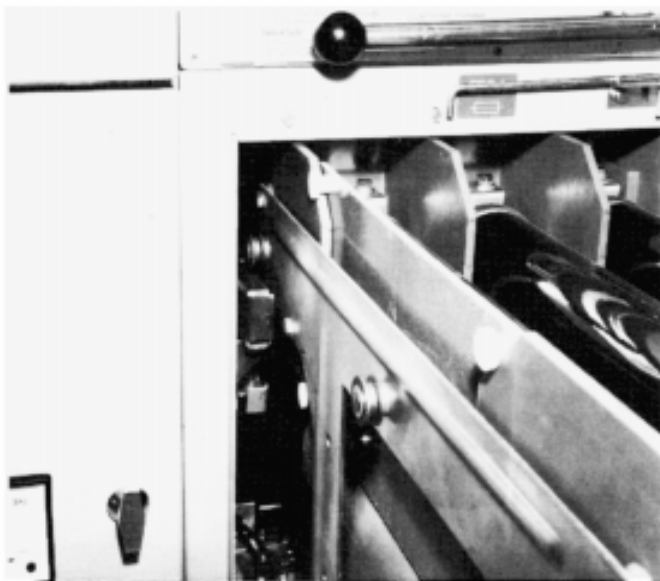

Fig. 28 Posizionamento rotelle anteriori
- con opportune manovre del carrello di movimentazione, portare il carrello contattore in posizione tale da presentare le rotelle anteriori sopra l'apposita cava delle rotaie di scorrimento del contenitore (fig. 28)
- operating the handling truck appropriately, put the contactor truck in such a position that its front wheels are above the special drilling in the sliding rails of the enclosure (fig. 28)